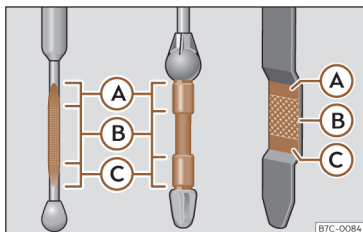

Fig. 222 Vareta de medição do nível de óleo.
Legenda da >>> **Fig. 222:**
- Em seguida, retire-a novamente e verifique o nível do óleo >>> **Fig. 222**. Caso seja necessário, reponha óleo do motor.
- Quando o nível de óleo atingir pelo menos a zona >>> **Fig. 222** Ⓑ, enrosque a tampa do bocal de enchimento com cuidado >>> ⓐ.